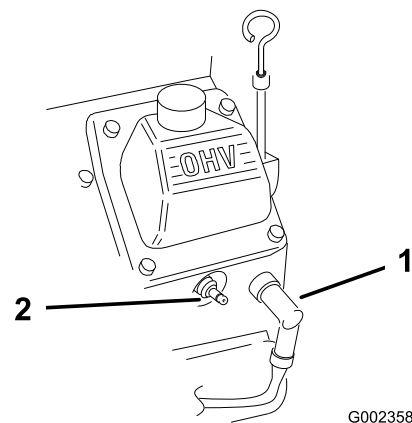

Bild 26
- Klemmen Sie das Zündkabel von der Zündkerzen ab (Bild 26).